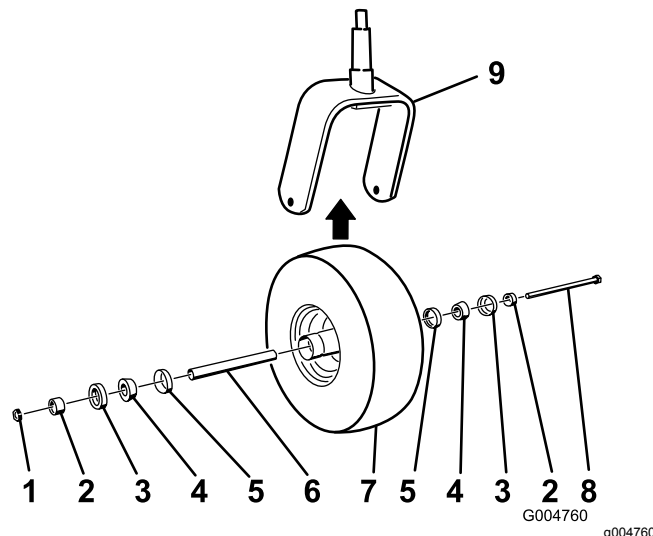

Bild 41
2. Nehmen Sie die Sicherungsmutter von der Schraube ab (Bild 41).
5. Montieren Sie das Laufrad, indem Sie die konischen Lager und Dichtungen, die mit Fett gefüllt sind, in die Radnabe drücken, siehe Bild 41 für die Positionierung.